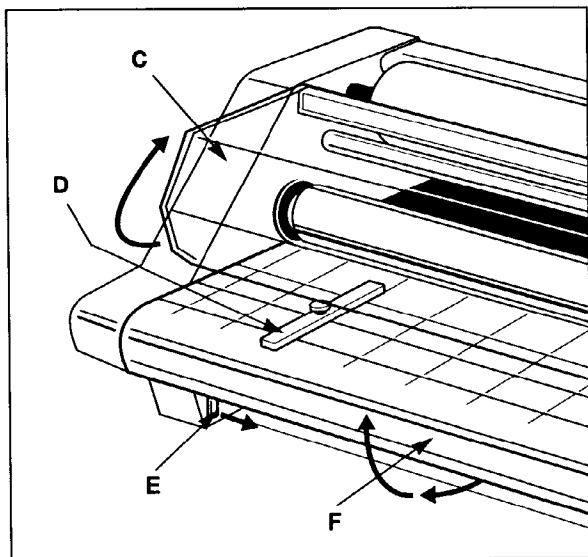

Fig. 3
C. SAFETY SHIELD: Figure 3.
D. FEED TABLE: Figure 3.
E. TABLE INTERLOCK LATCH: Figure 3.
F. FEED GUIDE: Figure 3.
F. SEITENFÜHRUNG: (Abb. 3)
E. TAFELVERGREDELING: Afb. 3. Deze wordt gebruikt om de invoertafel in de juiste positie vast te zetten en een vergrendelingsschakelaar te activeren. De vergrendelingsschakelaar bevindt zich aan de linkeronderzijde van de invoertafel. De tafel kan alleen worden verplaatst door de vergrendeling naar rechts te trekken en gelijktijdig de tafel op te tillen, weg van de laminator. **De laminator werkt niet als de tafel wordt verwijderd en/of ontgrendeld.**
figure 3 ; situé sous la table d'alimentation, côté gauche. Pour retirer la table, soulevez-la en tirant le loquet vers la droite. **La plastifieuse ne peut fonctionner que si la table d'alimentation est correctement positionnée et verrouillée.**